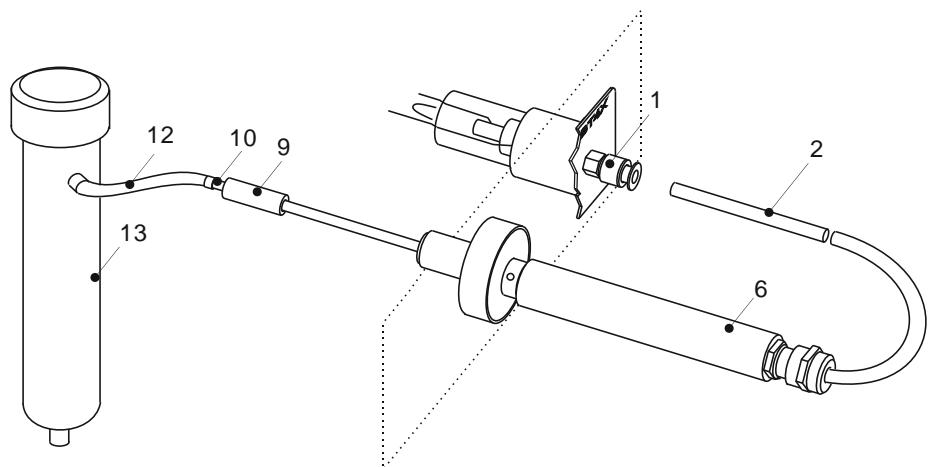

Рис. 6
1) Проверьте показания ЭХД с присоединенным фильтром-поглотителем (см. рис. 6); показания не должны превышать 0,1 мг/м³; если показания отличаются от указанных, проведите корректировку (установку) нуля, вращая резистор установки нуля ▶ 0 ↓ ЭХД – детектор 1 (см. рис. 3а).